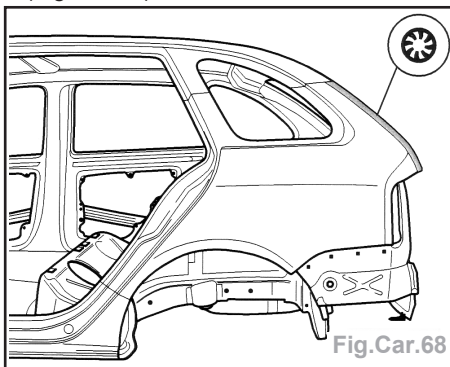

Fig.Car.68
- Soudure à bouchon sous gaz protecteur au niveau de la gouttière et du hayon (Fig.Car.68).